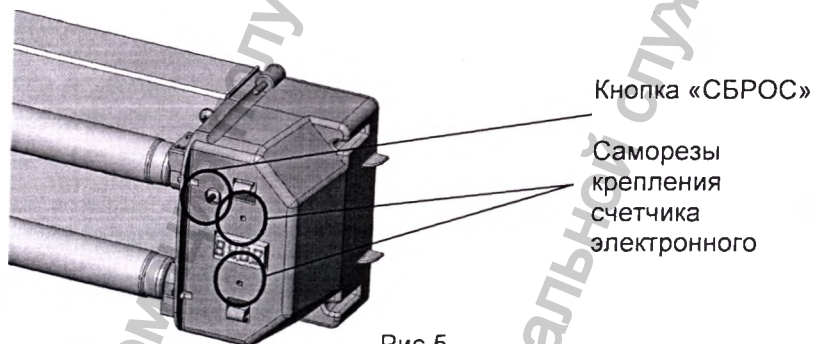

Рис.5
- 5.6. Фиксация времени, отработанного лампами, осуществляется с помощью электронного счетчика с цифровым четырехразрядным индикатором, позволяющего фиксировать суммарную наработку в часах. Информация сохраняется в памяти счетчика при выключенном облучателе в течение 1 года. В конструкцию счетчика включена кнопка сброса показаний при замене ламп (рис.5).
- Нажать кнопку «СБРОС» счетчика и удерживать (рис.5).
- Открутить саморезы, крепящие счетчик электронный (рис.5).
- Установить саморезы, крепящие счетчик электронный (рис.5).